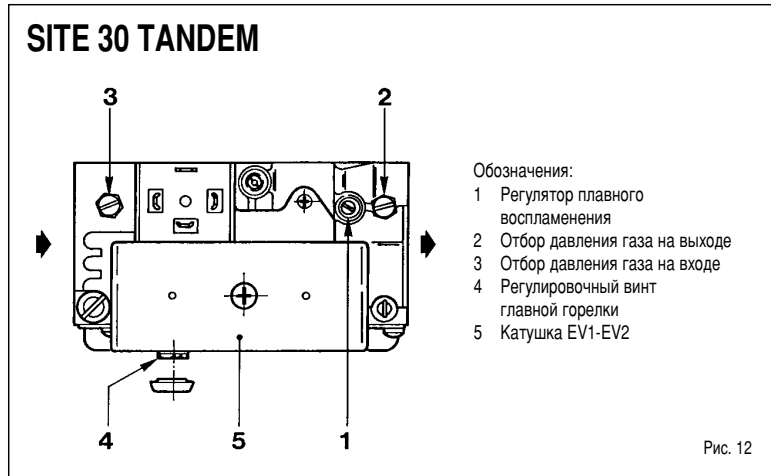

Рис. 12
В котлах "20/65 CE IONO" установлены газовые клапаны SIT 830 TANDEM (рис. 12). Перед включением рекомендуем выпустить воздух из газовой трубы, используя регулятор 3.
- для моделей "20/65 CE IONO" – "35/80 CE IONO" снять колпачок с регулятора давления и закрутить до упора винт (4, рис. 12 и 5, рис. 15). Отрегулировать давление на входе 30 / 37 мбар в зависимости от выбранного газа при помощи редуктора давления, расположенного вне котла;